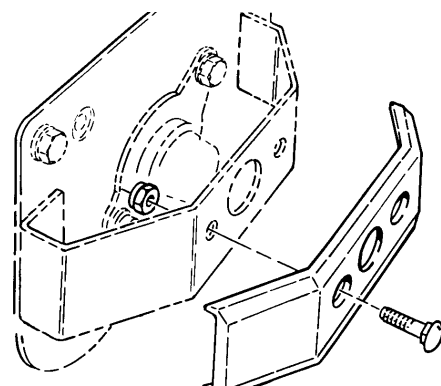

図 3
4. No.1, No.2とNo.3 の各カッティングユニットのガード（図3）にウェイトを1個ずつ取り付ける。ウェイトはカッティングユニットの駆動ハウジングの反対側についている。ウェイトに付属している 1/2 インチキャリッジボルトで固定する（図3）。